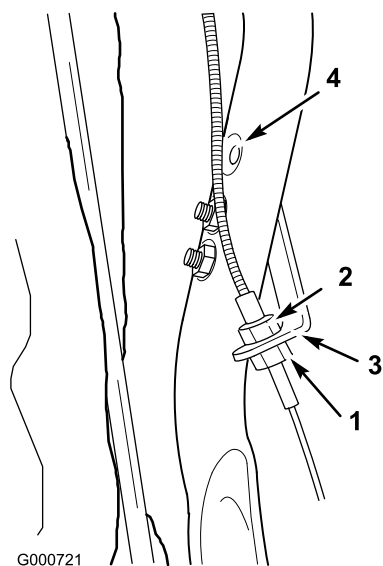

Figura 31
2. Afloje la tuerca inferior, situada en la parte inferior del soporte (Figura 31).
3. Apriete la tuerca superior para desplazar hacia arriba el alojamiento del cable (Figura 31), lo que a su vez aproxima la rueda de fricción al neumático. (En efecto, esto acorta el cable para compensar el desgaste.)
Nota: Si no puede ajustar más el cable, mueva el soporte al taladro superior del manillar y empiece de nuevo el procedimiento de ajuste (Figura 31).
4. Cuando consiga el ajuste correcto, apriete la tuerca inferior contra el soporte para fijar el ajuste (Figura 31).